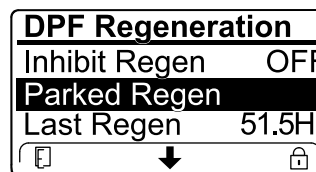

図 56
- エンジンコンピュータがリカバリ再生を要求している、またはリカバリ再生の処理中である時には、**駐車再生** PARKED REGEN を選択することはできません。**駐車再生**はロックされ、**施錠アイコン** 図 56がインフォセンターの右下に表示されます。